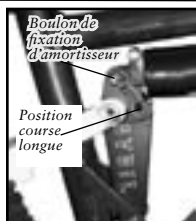

Figure 3.103 - Pièces de suspension Sugar+
1. Suivez les instructions de la page précédente pour régler votre bicyclette avec l'attache Sybil en mode de course standard, avec l'amortisseur en position supérieure (figure 3.103).